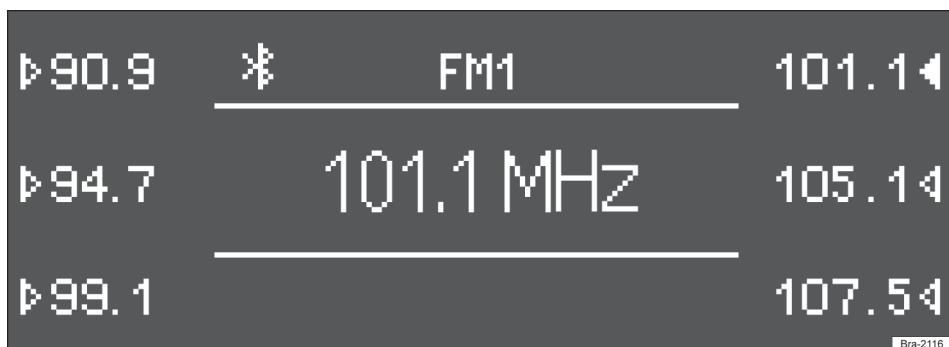

Fig. 133 Estações salvas nos botões de estação do nível de memória FM1.
- A estação atualmente ajustada (na → Fig. 133: 101.1 MHz) é, então, salva neste botão de estação.